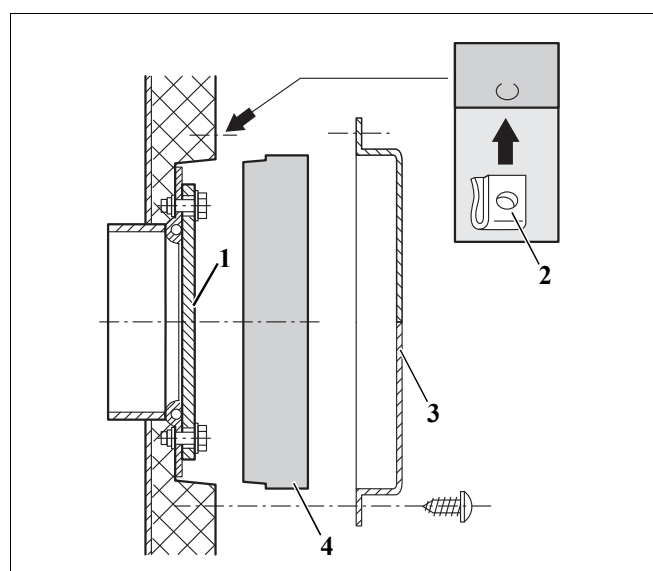

Fig. 6 Protecție termică – flanșă frontală
- Fixați piulițele de reglare (Fig. 6, [2]).
- Poziționați șabla de protecție termică (Fig. 6, [4]) pe flanșa frontală (Fig. 6, [1]).
- Prindeți capacul (Fig. 6, [3]) în fața flanșei cu ajutorul a 4 șuruburi pentru tablă.